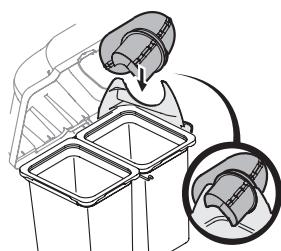

Figura 35
8. Con la cubierta de la embolsadora abierta, gire el tubo del canal superior en posición de manera tal que el canal se apoye en el soporte del canal superior. Consulte la Figura 35.